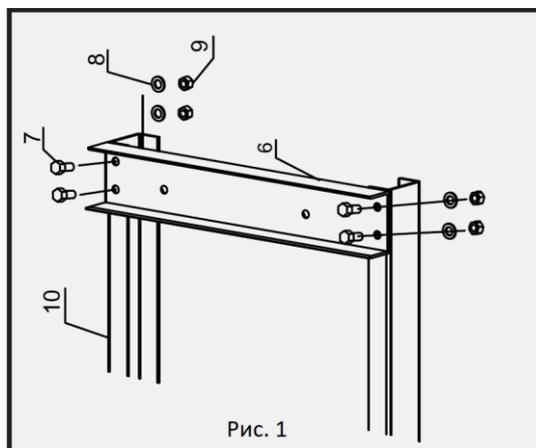

Рис. 1
2. Положите стойки рамы (10) на устойчивую, плоскую и ровную поверхность. Совместите отверстия на верхней балке (6) с отверстиями в верхней части опор рамы (10) и закрепите их болтами (7), шайбами (8) и гайками (9). Смотрите рис. 1.